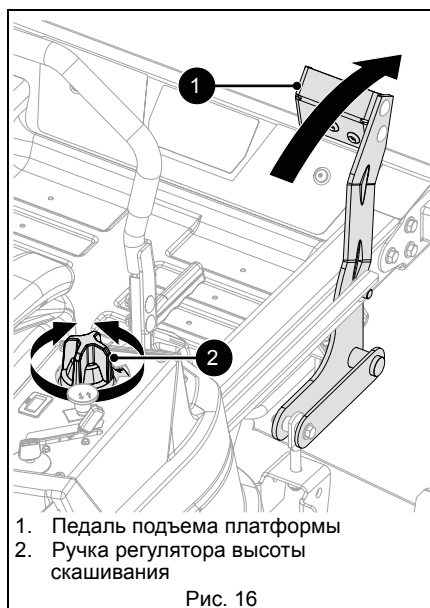

Рис. 16
5. Установите высоту скашивания. См. Рис. 16.